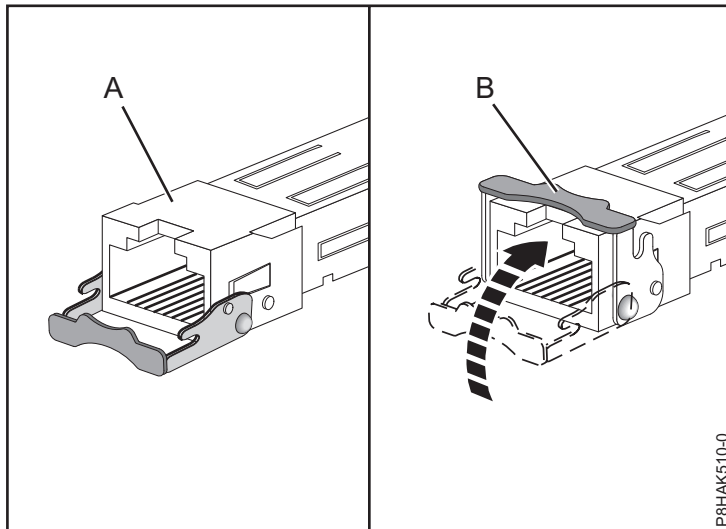

Figura 40. Substituir transmissores-receptores SFP no adaptador
- b. Deslize o transmissor-receptor (A) no hardware do adaptador.
- c. Com o trinco (B) na posição aberta, empurre o trinco ao rodá-lo para cima e no sentido da placa, como demonstrado em Figura 40 na página 65.